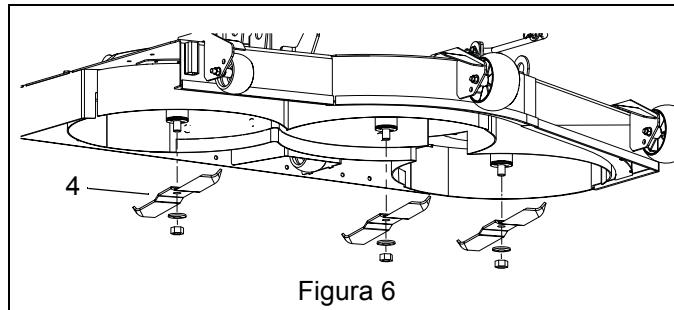

Figura 6
- Installare le lame per pacciamatura (elemento 4) con le rondelle e i dadi esagonali precedentemente rimossi. Serrare i dadi delle lame a una coppia di 136 N·m – 163 N·m (100 lb·ft – 120 lb·ft). Vedere Figura 6.